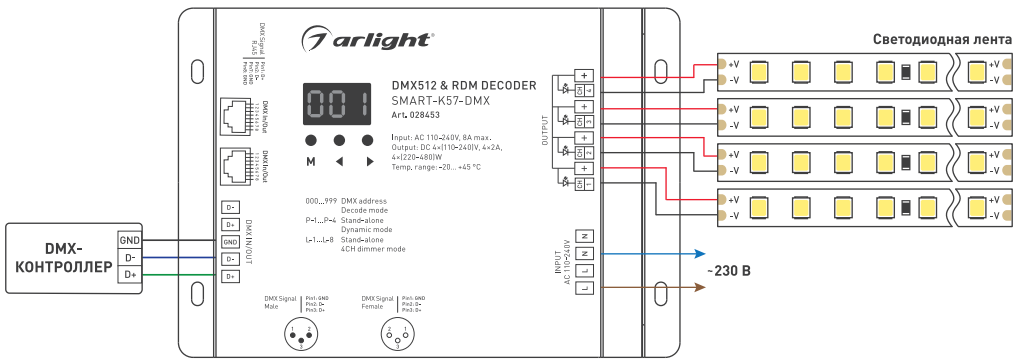

Рисунок 1. Подключение декодера SMART-K57-DMX
- 3.2. Подключите контроллер согласно схеме (рисунок 1).